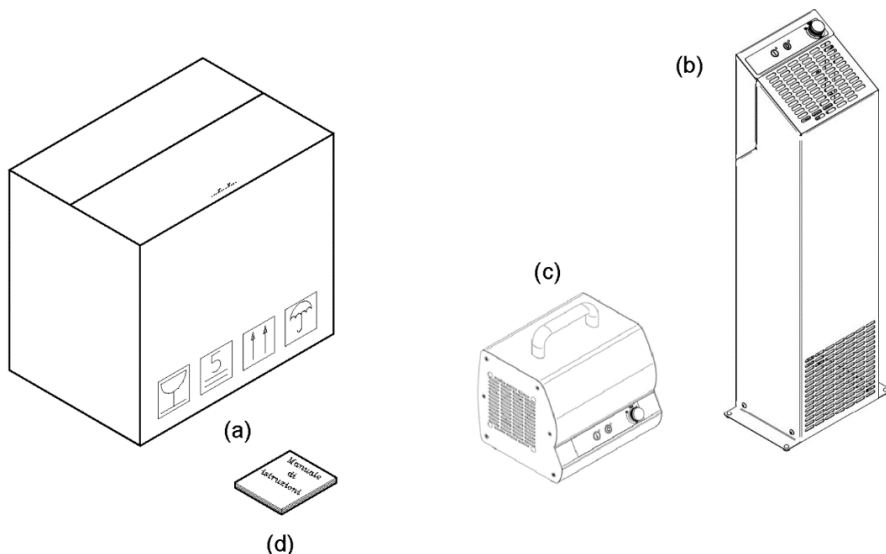

Abb. Nr. 4
3.1 - Versand des Geräts (siehe Abb. Nr. 4 (c) und (d))
- Äußere Schachtel aus stabilem Karton (Bez. a, Abb. Nr. 4) und Polstermaterial innen aus Karton und Polystyrol oder PU-Schaum;
- die Maschine (Bez. b oder Bez. c, Abb. Nr. 4)
- das vorliegende Handbuch (Bez. d, Abb. Nr. 4)